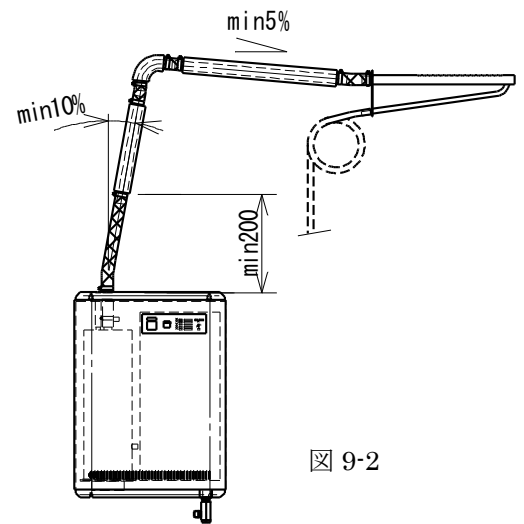

図 9-2
- (2)垂直方向の施工方法(図 9-2 参照)
(8) 銅管(真鍮管)またはステンレス管(図 9-2 参照)